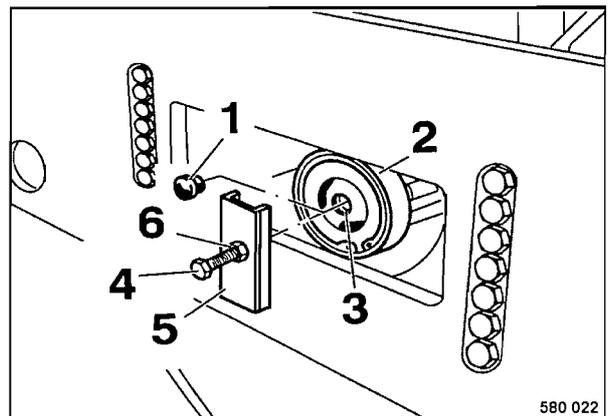

Fig. 50
- Retirar el tapón roscado 1 (Fig. 50).
- Colocar el perfil en U (5) sobre la caja de freno (2) y enroscar en el taladro roscado (3) el tornillo (4) hasta que haga contacto.
- Enroscar la tuerca (6) y tensarla por aprox. una vuelta. El rodillo se debe girar libremente.